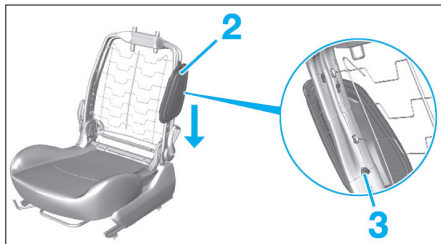

Fig. 7
- Déposer l'écrou de fixation (3) de l'airbag latéral (2) (Fig.7).
- Dégager puis déposer l'airbag latéral (2) (suivant flèche).